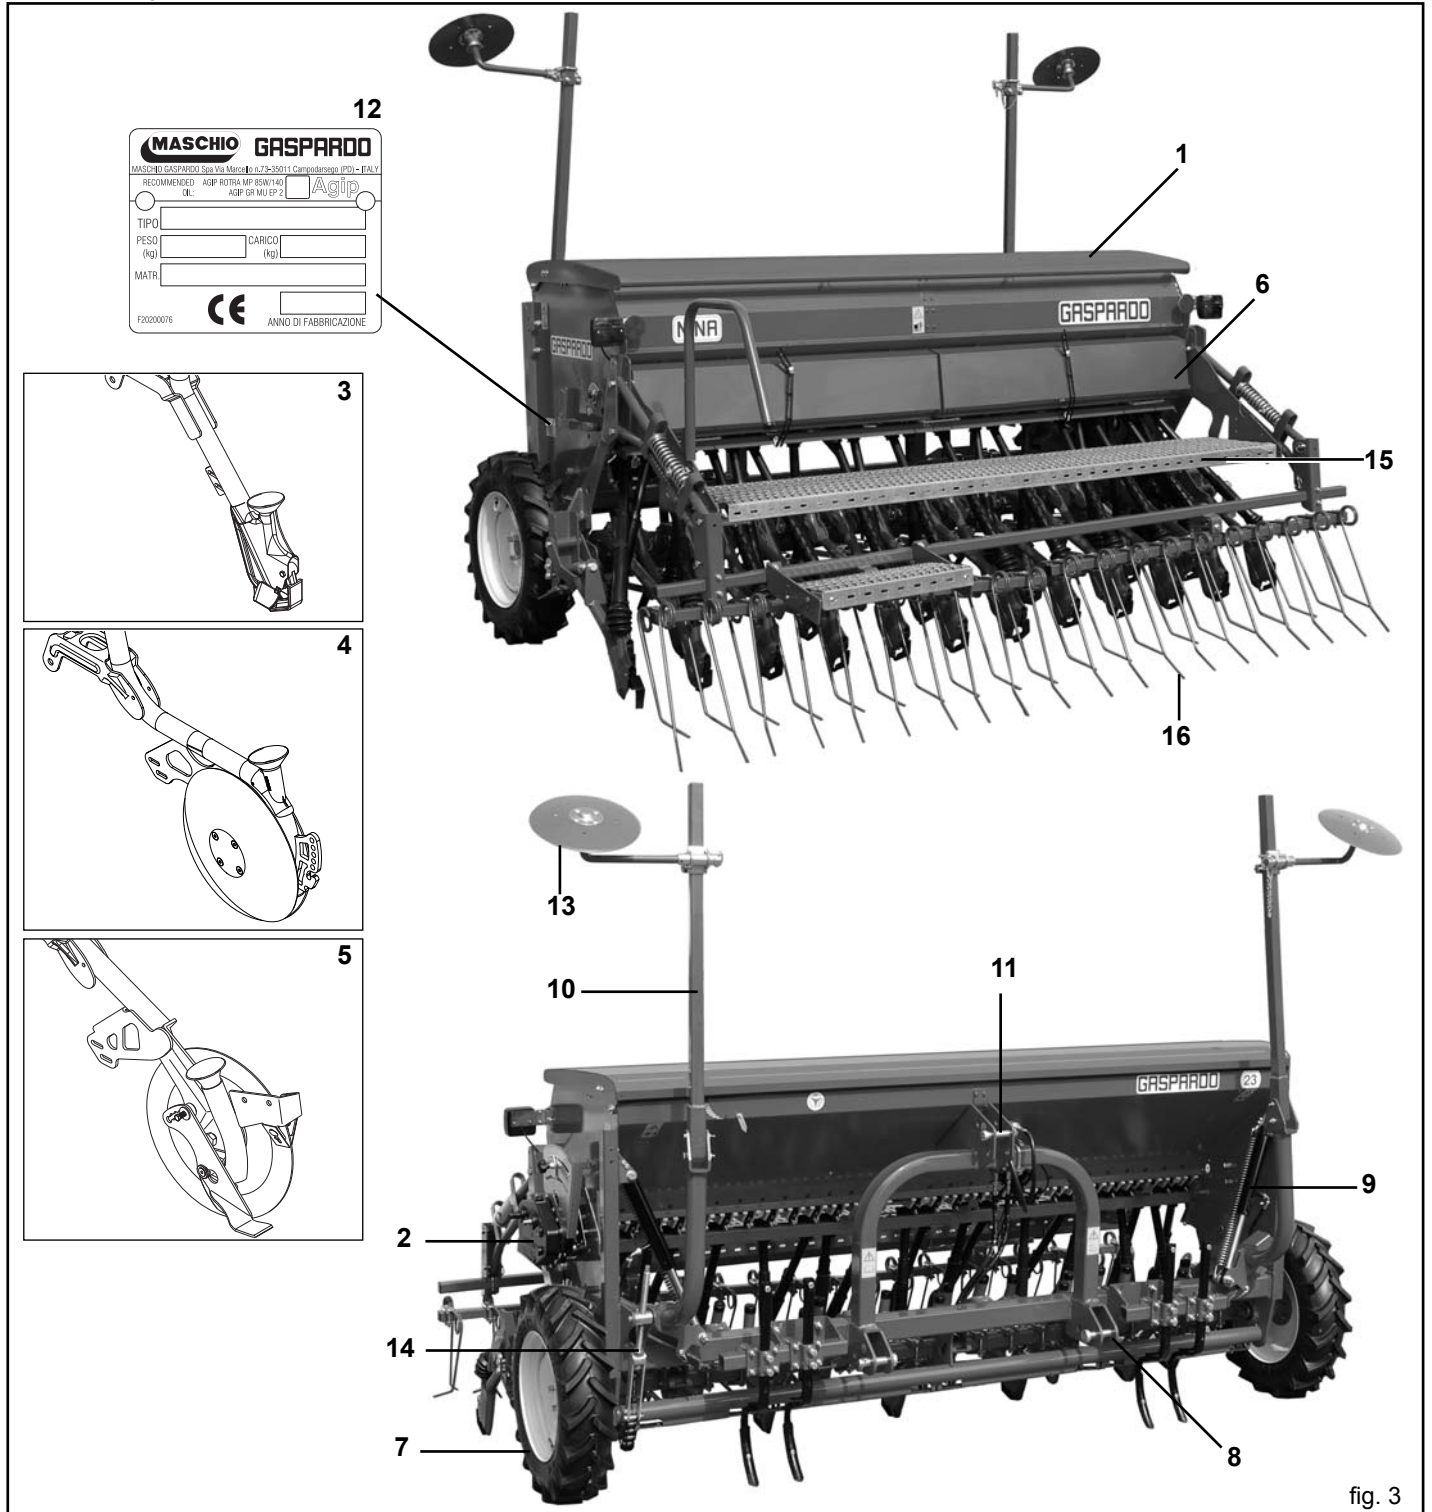

fig. 3
**1.6 ZUSAMMENFASSEND** (Fig. 3)